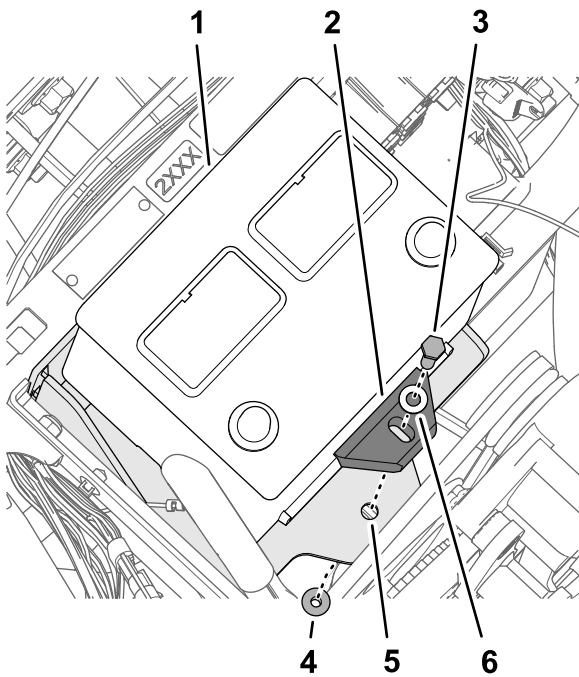

Figura 174
5. Prenda a bateria no suporte da bateria com o parafuso (5/16 pol. x $1\frac{3}{4}$ pol.), anilha (5/16 pol.), retentor da bateria e porca de bloqueio flangeada (5/16 pol.) como se mostra na Figura 174.